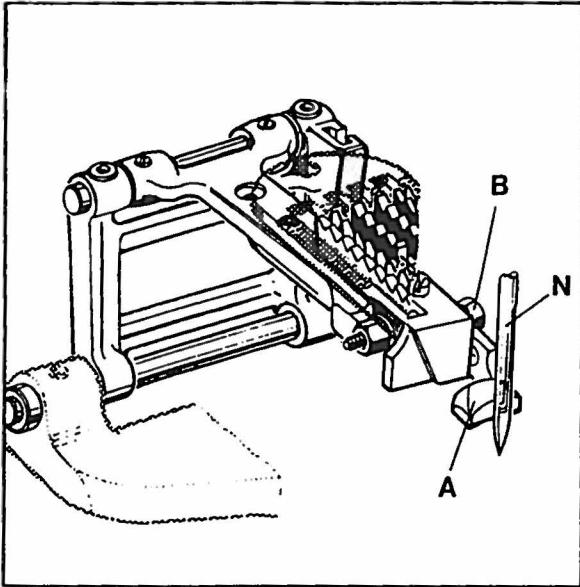

Fig. 17
Rotate handwheel-pulley in operating direction until the rear needle guard (A, Fig. 17) is in its most forward end position. In this position its guarding surface should just contact the back of needle (N) without deflecting it.
After loosening screw (B, Fig. 17) the rear needle guard (A) can be moved accordingly to the front or to the rear. Retighten screw.
Drehen Sie die Handrad-Riemenscheibe in Nährichtung bis der hintere Nadelanschlag (A, Fig. 17) in seiner vordersten Endstellung ist. In dieser Stellung soll seine Schutzfläche die Rückseite der Nadel (N) gerade berühren ohne sie abzulenken.
Nach Lösen der Schraube (B, Fig. 17) kann der hintere Nadelanschlag (A) entsprechend nach vorne oder hinten geschoben werden. Ziehen Sie die Schraube wieder an.